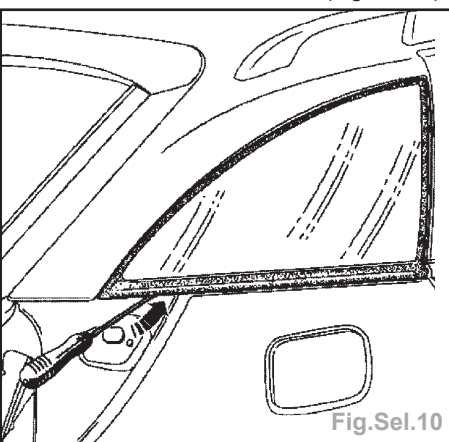

Fig.Sel.10
- Nota :** L'outil de piquage doit venir s'insérer un maximum au ras de la tôle (Fig.Sel.10).